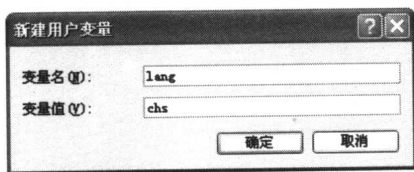

图 1-5 “新建用户变量”对话框
(3) 在“a 的用户变量”列表(列表名称根据系统用户身份的不同而有所差异)下方单击“新建”按钮,弹出“新建用户变量”对话框。在“变量名”文本框中输入 lang,在“变量值”文本框中输入 chs,如图 1-5 所示。